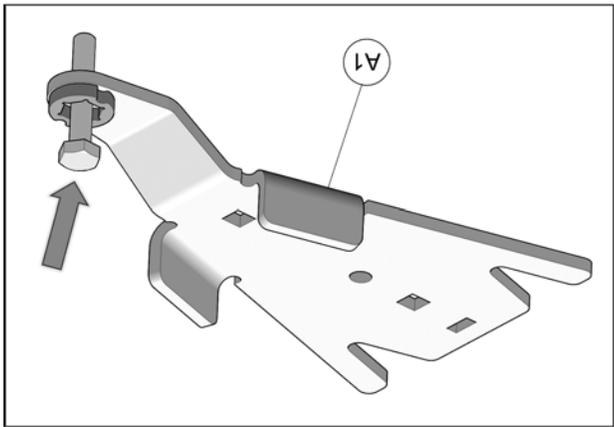

Fig. 17
4. Insérer un boulon à l'extrémité de chacun des ancrages de suspension avant (A1). Fig. 17